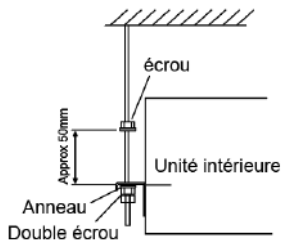

Fig. 3.5 Boulons et écrous de suspension
(1) Comment fixer les boulons de suspension et les écrous Comme le montrent les figures 3.5, les écrous sont fixés par quatre boulons.